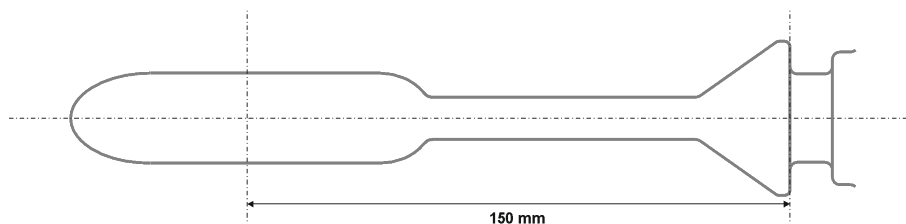

Рисунок 12: Расстояние между центром кончика в форме капли по направлению к концу кольца конуса для фиксации презерватива.
- Центр наконечника в форме капли имеет расстояние 150 мм до конца кольца конуса для фиксации презерватива (см. Рис. 12)